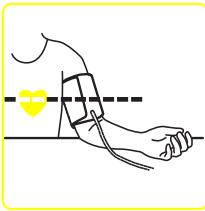

Abb. 6
7. Setzen Sie sich auf einen Stuhl und legen Sie den Arm auf den Tisch, so dass sich die Manschette auf Herzhöhe befindet (Abb. 6).